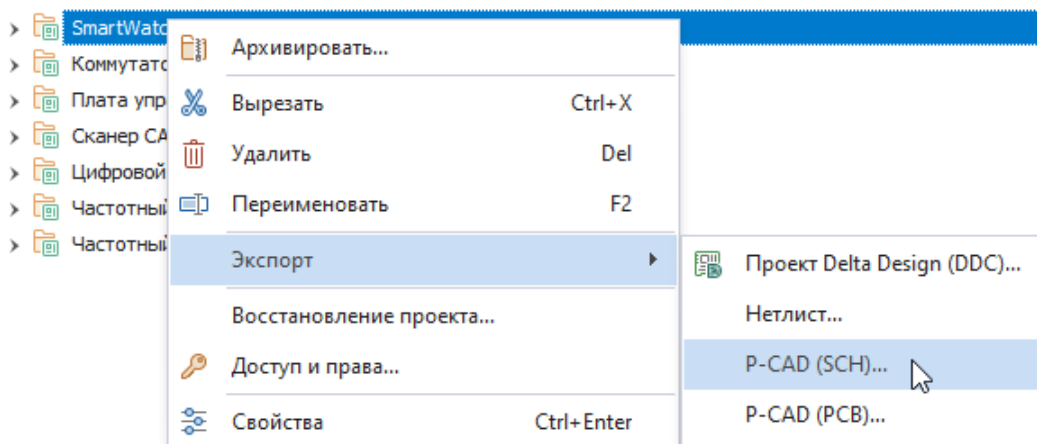

Рис. 28 Вызов экспорта схемы проекта Delta Design
1. Вызовите контекстное меню с выбранного проекта платы Delta Design и выберите «Экспорт» → «P-CAD (SCH)...», Рис. 28.